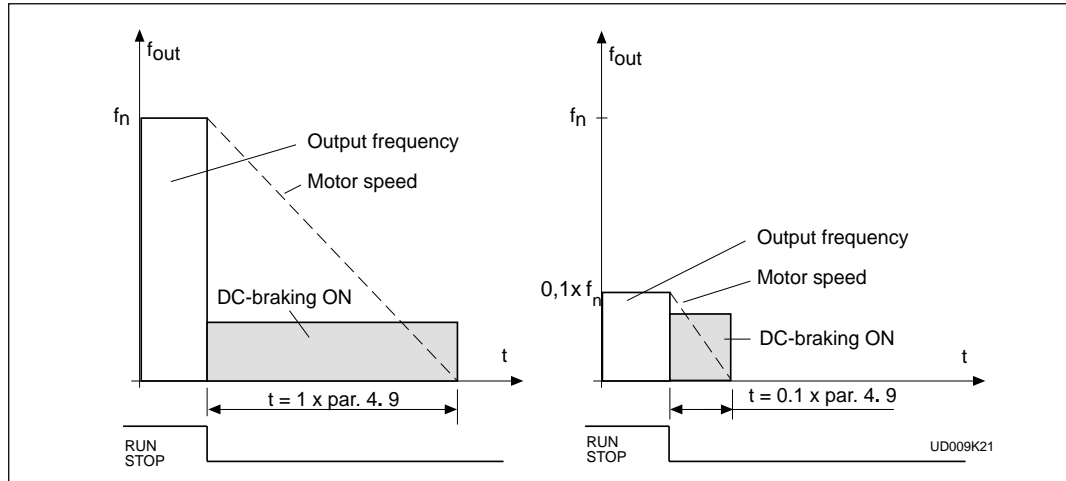

Figura 1.5-13 Tempo di frenatura in CC quando stop = inerzia.
Stabilisce sia se il freno è attivo (ON) o inattivo (OFF), che il tempo di frenatura del freno in CC quando il motore si sta fermando. La funzione del freno in CC dipende dalla funzione Stop, parametro 4.7. Si veda figura 1.5-13.
Il tempo di frenatura viene scalato a seconda della frequenza quando inizia la frenatura in CC. Se la frequenza è \geq della frequenza nominale del motore (par. 1.11), il valore del parametro 4.9 determina il tempo di frenatura. Quando la frequenza è $\leq 10\%$ di quella nominale, il tempo di frenatura è 10% del valore del parametro 4.9. Si veda figura 1.5-13.